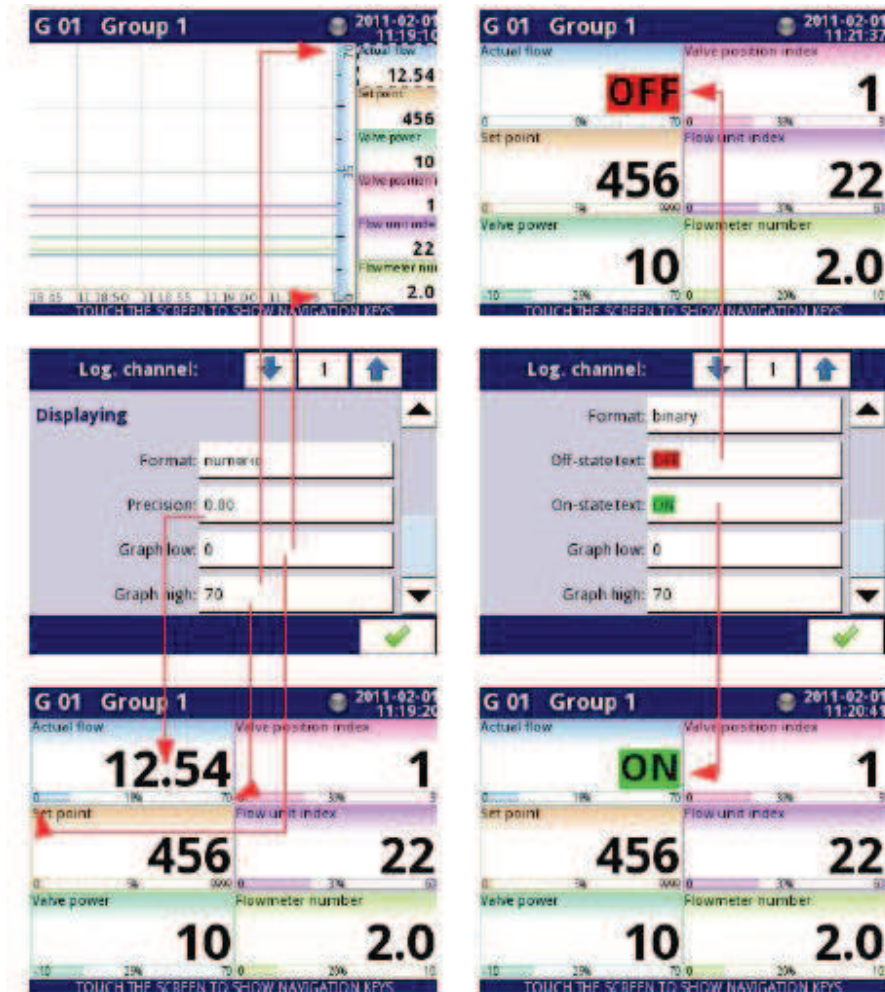

Fig. 7.45. Menú de canales de entrada - 2 tipos diferentes de parámetros de visualización
- **Precisión**: este parámetro se produce cuando el parámetro **Formato** se configura como **numérico** o **tiempo**, lo que especifica la precisión que se mostrará en el valor de salida (ver **Fig. 7.45**),
- **Gráfico inferior:** el valor de rango mínimo para gráficos, barras, indicador de agujas y barras de porcentaje (consulte la **Fig. 7.45**),
- **Gráfico superior:** el valor de rango máximo para gráficos, barras, indicador de agujas y barras de porcentaje (consulte la **Fig. 7.45**),